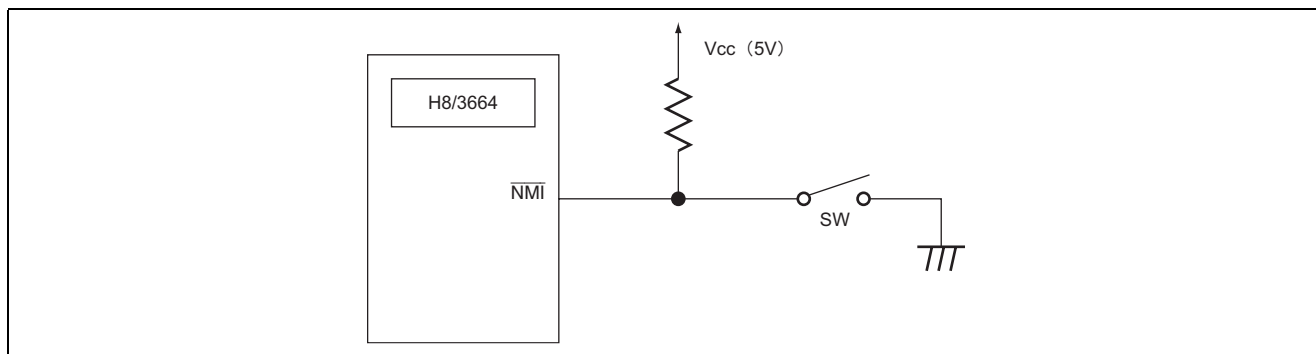

図 1.1 LED 点滅動作
6. 図 1.1 に $\overline{\text{NMI}}$ 入力端子のスイッチ接続例を示します。